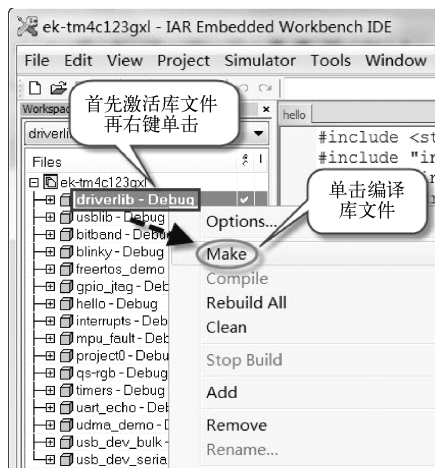

图 1-64 编译 driverlib 驱动库
5) 在编译任何工程之前, 首先编译 driverlib 库, 如图 1-64 所示。